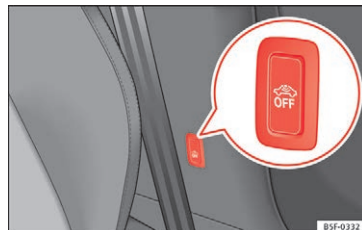

Fig. 135 Kontakt til kabine- og bortslæbningsovervågning
- Afbryd tændingen, og tryk på kontakten » **Fig. 135** for at deaktivere kabine- og bortslæbningsovervågningen. Kontrollampen i kontakten lyser.